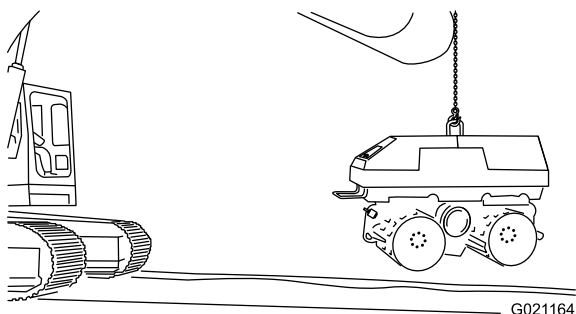

Figura 46
- A. Conecte el equipo de elevación a la argolla de elevación de la máquina (Figura 46); consulte Izado de la máquina (página 34).
- B. Eleve lentamente el equipo de elevación para girar la máquina hasta que la parte superior de la máquina está hacia arriba (Figura 46).